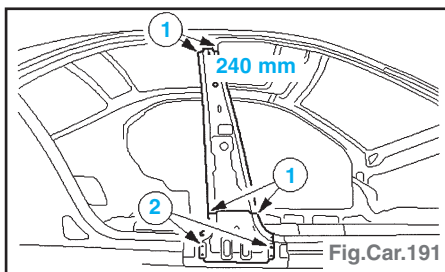

Fig.Car.191
- Renfort de montant B (Fig.Car.191) :
- prédécoupe de renfort de montant B avec la tôle intérieure de montant B (1),
- fraiser les points de soudure (2).